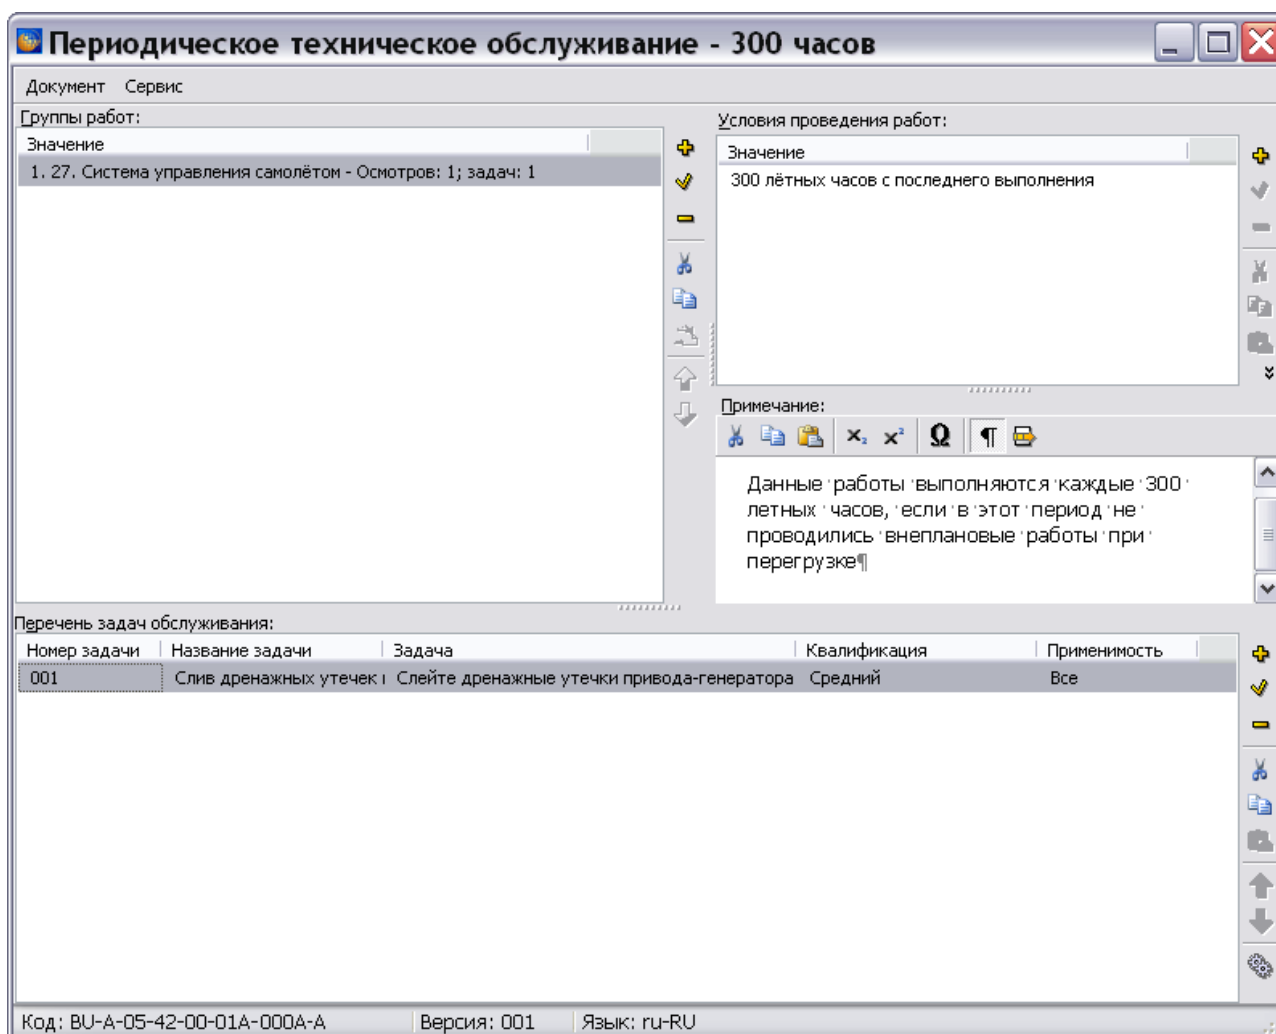

Рис. 22.77
3. Выделите версию модуля данных и нажмите на кнопку . При этом откроется окно редактора модуля данных типа «Формы технического обслуживания» (Рис. 22.77).